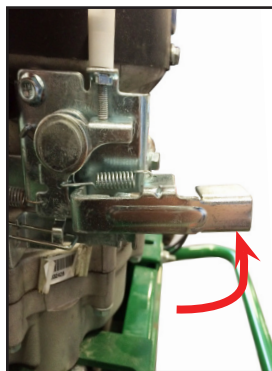

BILD 3
6. När motorn är kall—tryck upp gaspådraget för att sätta igång chocken (bild 3)